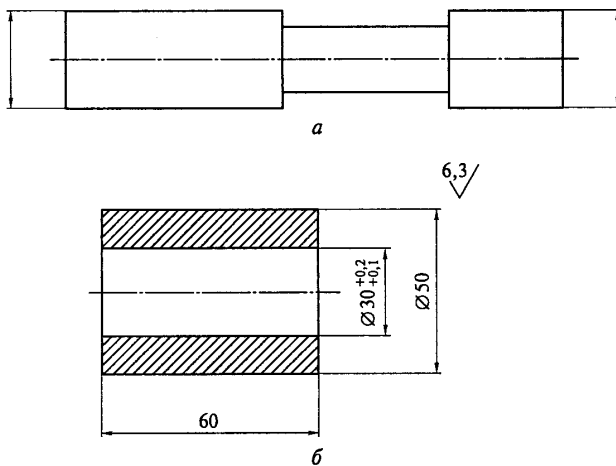

Рис. 4.5. Калибр-пробка (*a*) и контролируемая деталь (*б*)
5. На рис. 4.5, *a* укажите проходную и непроходную части калибр-пробки.
6. Укажите размеры проходной и непроходной частей цилиндрической калибр-пробки (рис. 4.5, *a*), предназначенной для контроля отверстия, изображенного на рис.4.5,*б*